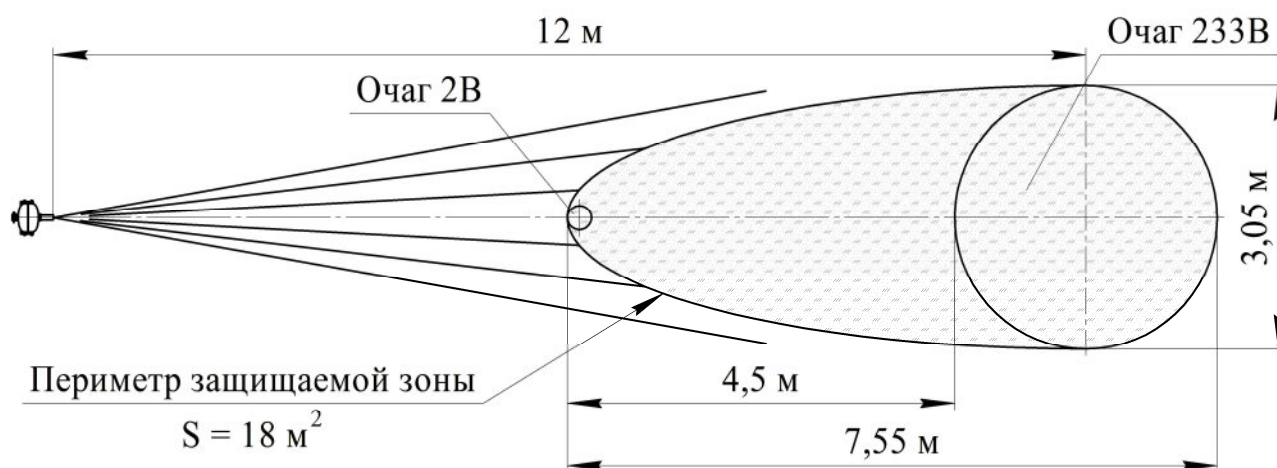

Рисунок 7
**МПП, установленный на высоте 1 м от поверхности пола с наклоном оси модуля  $3^\circ$  относительно горизонтальной плоскости насадком - распылителем вниз для локальной защиты объектов по площади (см. рисунок 7)**